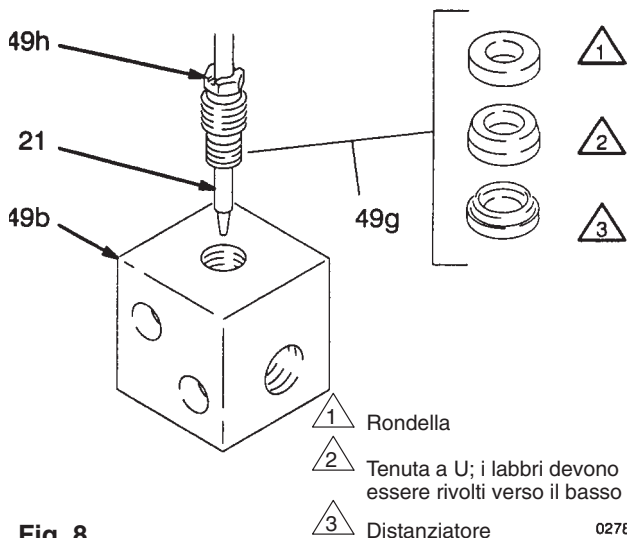

Fig. 8
4. Posizionare il dado della guarnizione dell'attivatore (49h) e le guarnizioni (49g) sullo spillo del fluido come illustrato nella Fig. 8. Inserire i componenti all'interno dell'alloggiamento (49b) ed inserire le filettature del dado della guarnizione.